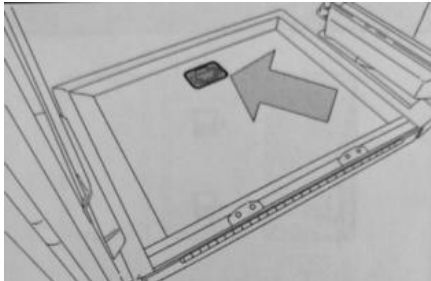

Figura 8
(1) Abra la rampa automática para PMRSR con el botón específico o la rampa manual de acuerdo a las instrucciones en la *Figura 8* y *Figura 9*: